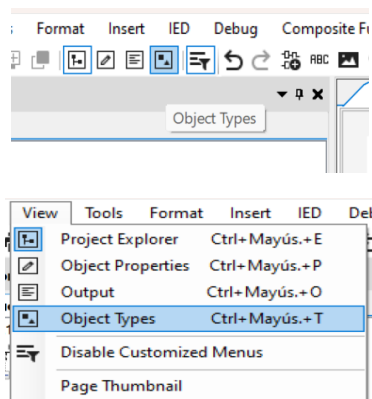

Imagen 291_Ventana de propiedades del objeto.
4.2.3 Abriremos la ventana de “*Object Types*” desde la ventana de herramientas en la parte superior de la pantalla o desde “*View - Object Types*” como se muestra en la **Imagen 291**.